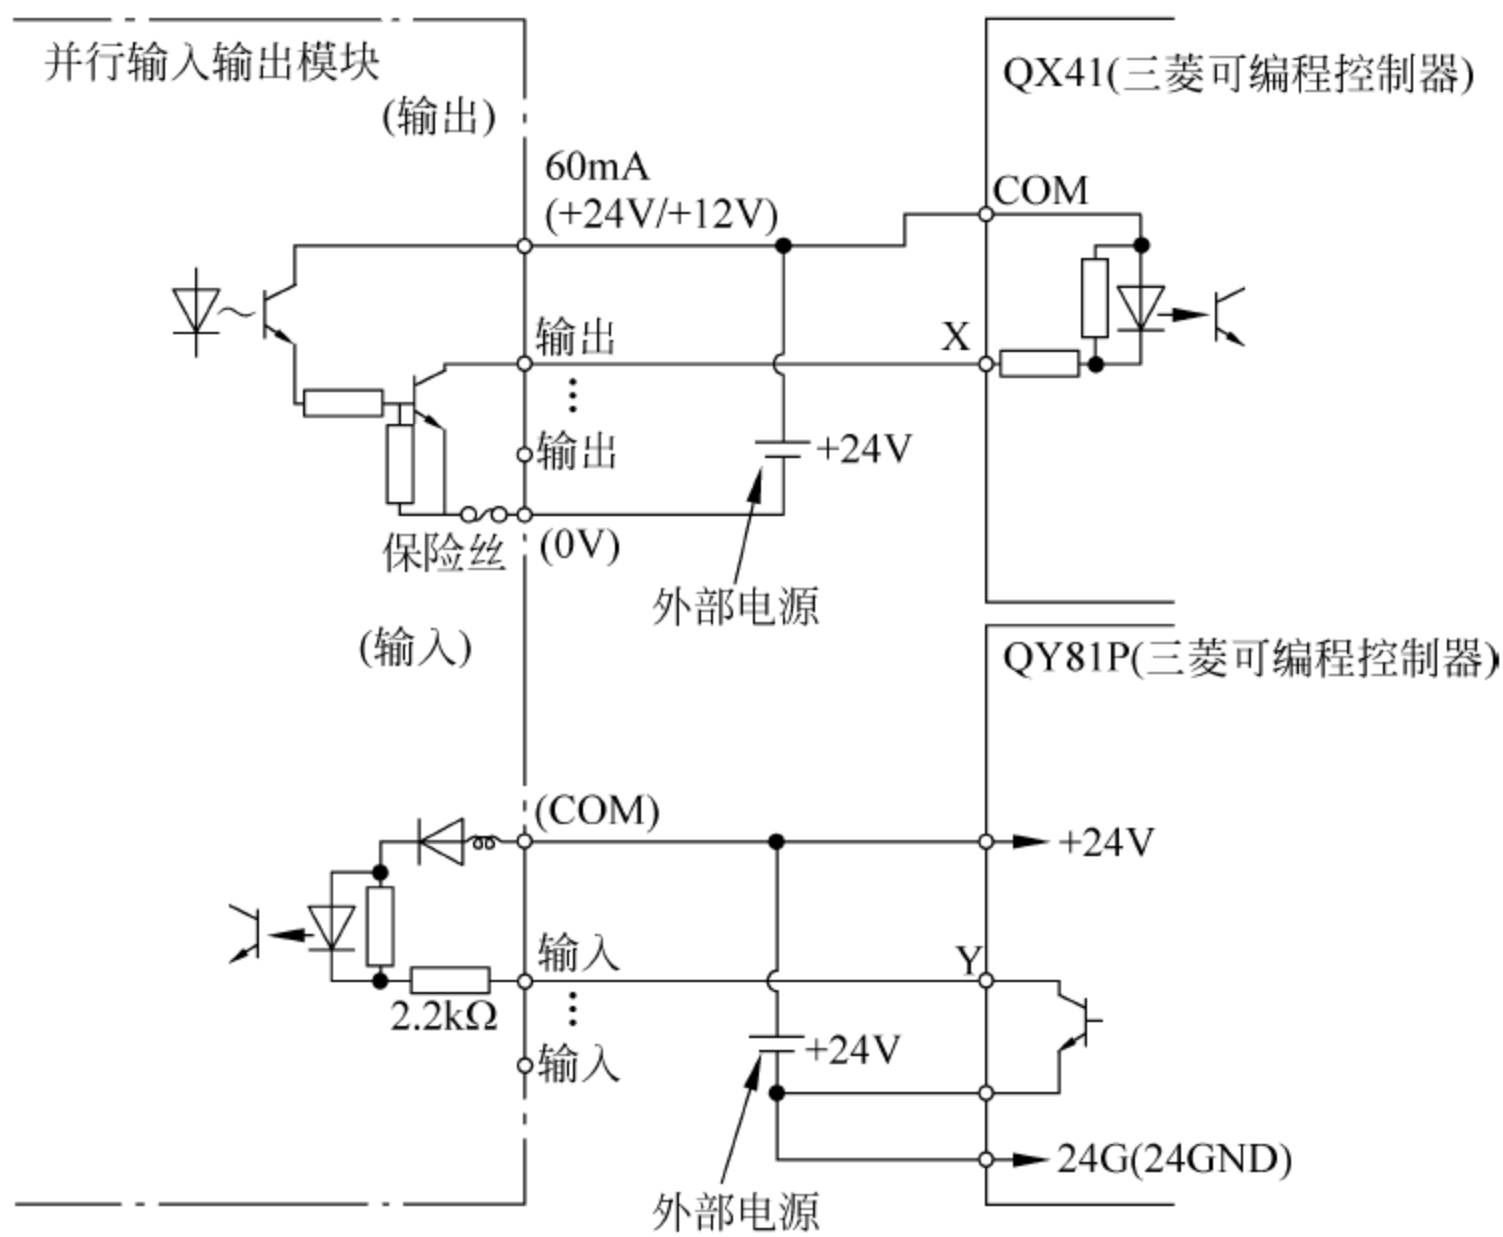

图 2-10 2D-TZ368 与 PLC 输入输出模块的连接图
如图 2-10 所示是 2D-TZ368 与 PLC 输入输出模块的连接图。其中,QX41 是 PLC 输入模块,QY81P 是 PLC 输出模块。
(1) 漏型输出电路。在图 2-10 中,由外部 DC24V 电源给输出部分的三极管提供工作电源,所以必须在规定的点接入外部 DC24V 电源。在“电源—开关—负载”回路中,其电流流向是“DC24V+—负载(QX41)—集电极(TZ368)—发射极(DC0V)”。
(2) 漏型输入电路。其流向是“DC24V+—负载(TZ368)—集电极(QY81P)—发射极(DC0V)”。